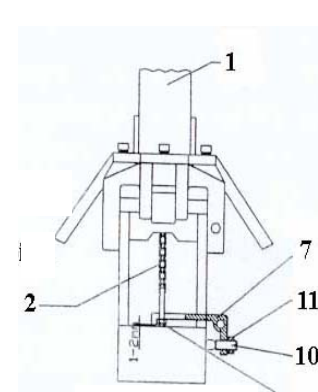
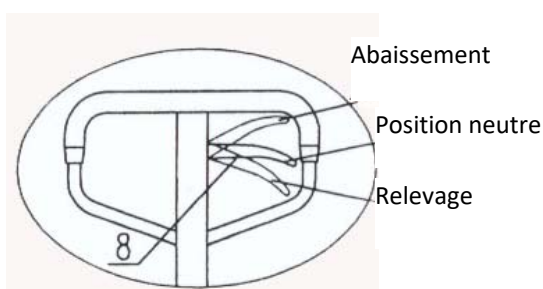
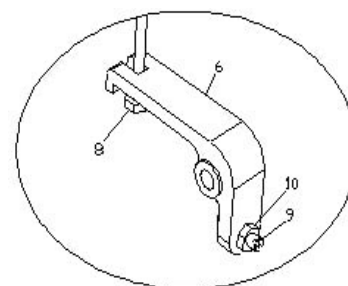

Fig. 3
Fig. 4
Fig. 5
3. Relever le levier (pos. 7 fig. 3) avec une barre de fer et placer la vis et l'écrou à la chaîne (pos. 2 fig. 3) dans la cavité de la pédale. Retirer la tige de fer pour terminer l'assemblage.
4. Placer le manche (pos. 8 Fig. 4) en position de relevage et ajuster l'écrou de (pos. 10 Fig. 9) à la fin de la chaîne (pos. 2 fig. 3) pour élever la pédale (pos. 7 fig. 3) à une distance de 1-2 mm du piédestal. Ce procès généralement n'est pas nécessaire pour le transpalette nouveau.
5. Essayez les différentes positions de le manche (pos. 8 fig. 4) pour vérifier le bon fonctionnement du transpalette: abaissement, position neutre et relevage.
6. Si l'opération d'élévation est incorrect, vous pouvez ajuster la élévation sur la vis de pression (pos. 9 fig. 5 / pos. 7 fig. 3). Se il est tourné vers la droite, la transpalette bas plus et à gauche, la transpalette bas moins. Continuer le réglage jusqu'à ce qu'un fonctionnement satisfaisant soit obtenu. Bloquer la vis de pression (pos. 9 fig. 5 / pos. 7 fig. 3) en position en resserrant le contre-écrou (pos. 10 fig. 5).
Le levier de commande (pos. 8 fig. 4) à trois positions fonctionne de la façon suivante: Abaissement, Position neutre et relevage.
- d. Placer le levier de commande (pos. 8 fig. 4) en position d'abaissement (position haute). Actionner le manche plusieurs fois pour évacuer l'air de la pompe.
- Placer le levier de commande (pos. 8 fig. 4) en position de relevage (relever les fourches) de 4 à 6 fois et en abaissant les fourches. Répéter si nécessaire.